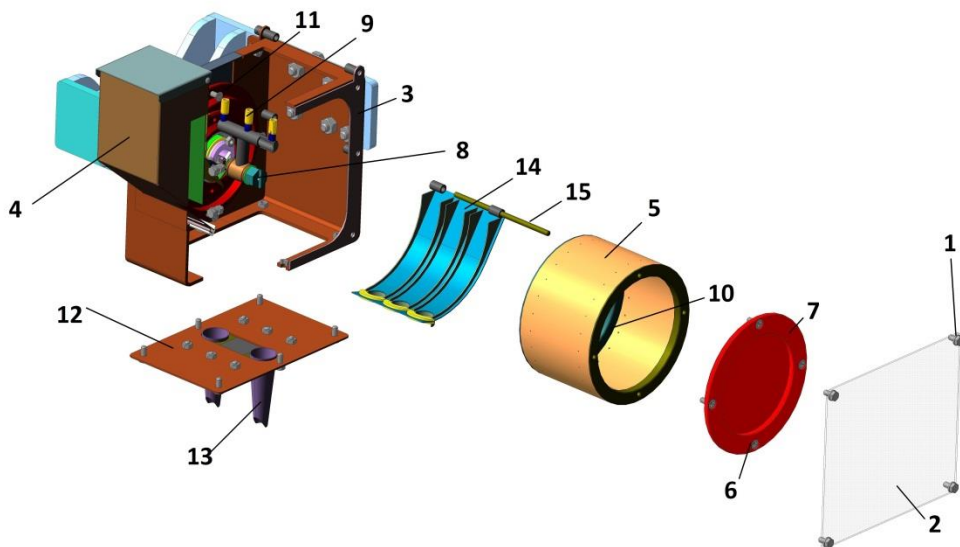

Рисунок 10 – Схема замены барабана высевающего аппарата
3.8 Аппарат высевальной поставляется в собранном виде (рис.10)
При переналадке сеялки для замены барабана необходимо выполнить следующее (рис. 10):